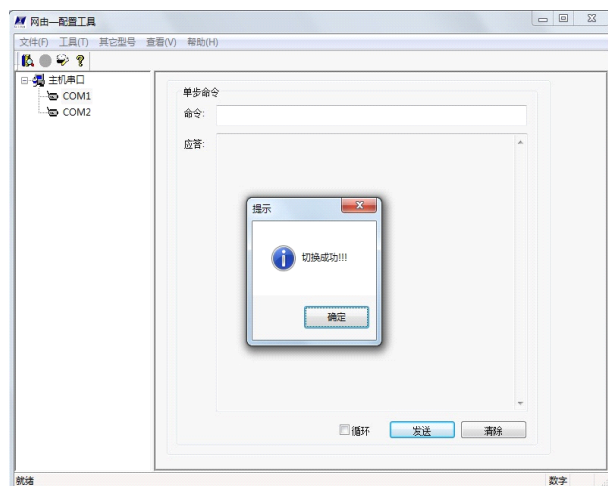

图 6-5
- 6、对于 JZH-XXX-D 系列产品按电路板上“S1”复位键进行连接, 软件提示“切换成功!!!”如图 6-5 所示；（一闪就过, 不用单击确定）